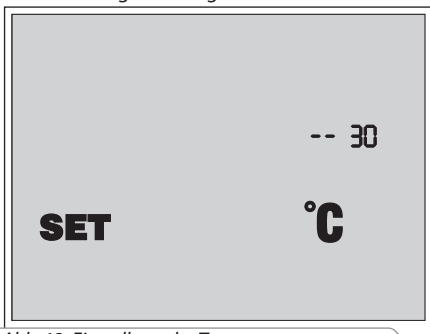

Abb. 13. Einstellung der Temperatursensoren
- Nach dem Aufrufen des Einstellmodus erscheinen die Temperatureinstellungen des Kanaltemperatursensors auf dem Bildschirm, Abb. 13.